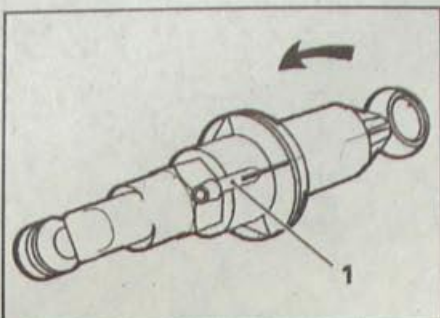

Рис. 5.16. Расположение штуцера (1) на главном цилиндре сцепления
- Вставьте цилиндр в гнездо, при этом штуцер (1, рис. 5.16) с присоединенным питающим трубопроводом должен быть повернут примерно на 45° к левой стороне автомобиля.
- При зафиксированном главном цилиндре метки на корпусе главного цилиндра и на щитке передка напротив штуцера (1) с небольшим отклонением к пра-